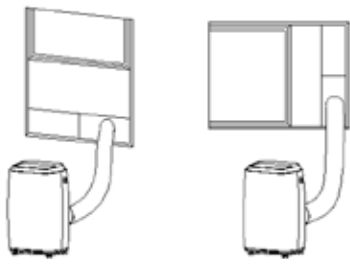

Fig. 5 & 5a
- 2) Jak pokazano na rys. 5 i rys. 5a, zamontować wąż wylotowy i dobrze wyregulować położenie okna.